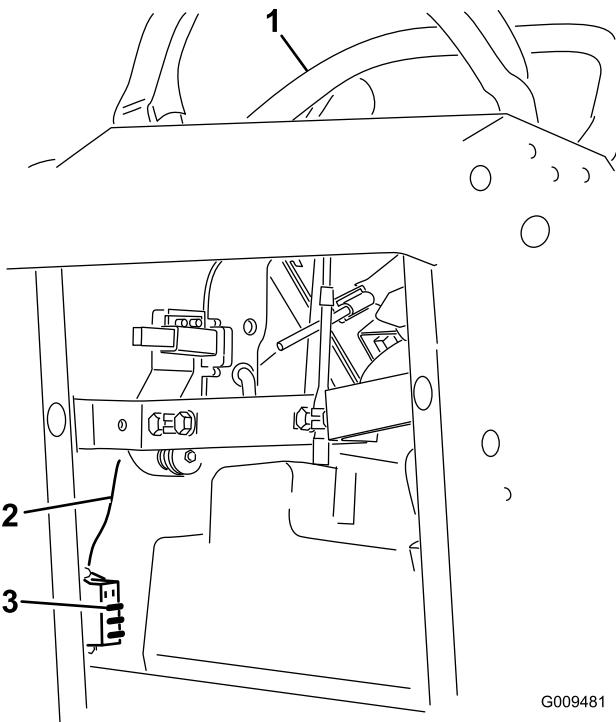

Figure 54
2. Tirez le fusible pour le sortir ou le remplacer (Figure 54).
Remarque: Veillez à utiliser un fusible du bon calibre avec le fil de la couleur appropriée, comme illustré à la Figure 54